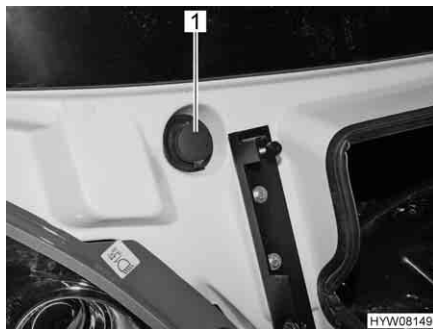

Fig. 31 Bocchettone di riempimento (contenitore dell'acqua di lavaggio)
- Rimuovere il coperchio (Fig. 31,1) del bocchettone di riempimento del contenitore dell'acqua di lavaggio.